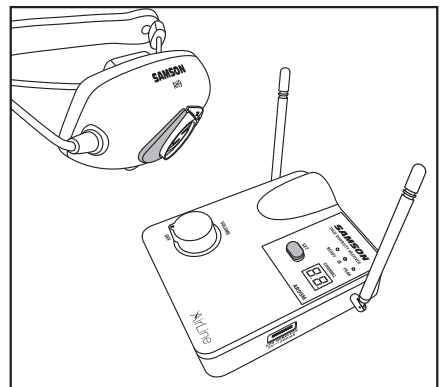

Abbildung 2
7. Positionieren Sie den AH9-Sender ca. 15-30 cm von der Vorderseite des AR99m entfernt, wobei das IR-Fenster des Senders zum IR-Sender auf der Vorderseite des AR99m-Empfängers zeigen soll (Abbildung 2).